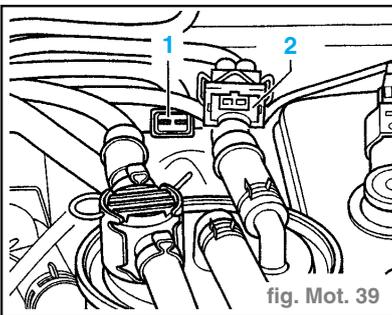

fig. Mot. 39
- Débrancher la fiche (2) de l'électrovanne de limitation de pression de suralimentation (N75) (1). (fig. Mot. 39)